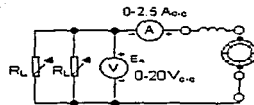

Figura 2
- Conectar el circuito de la figura 2.